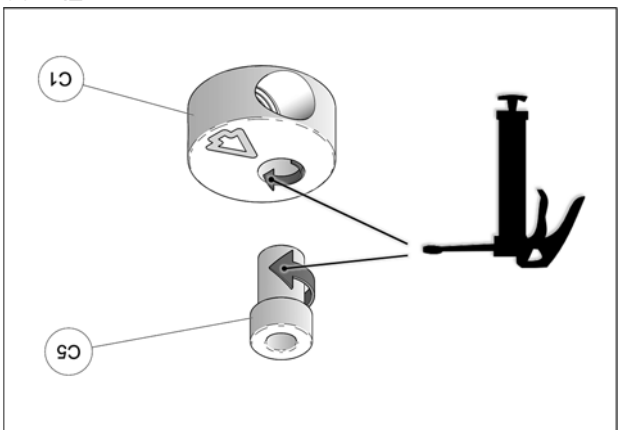

Fig. 26
17. À l'assemblage, les bagues espacateurs (C5) doivent être graissées. Appliquer une couche de graisse uniforme sur toute la circonférence de la bague espacateur et dans le logement du disque en aluminium (C1). Voir la Fig. 26